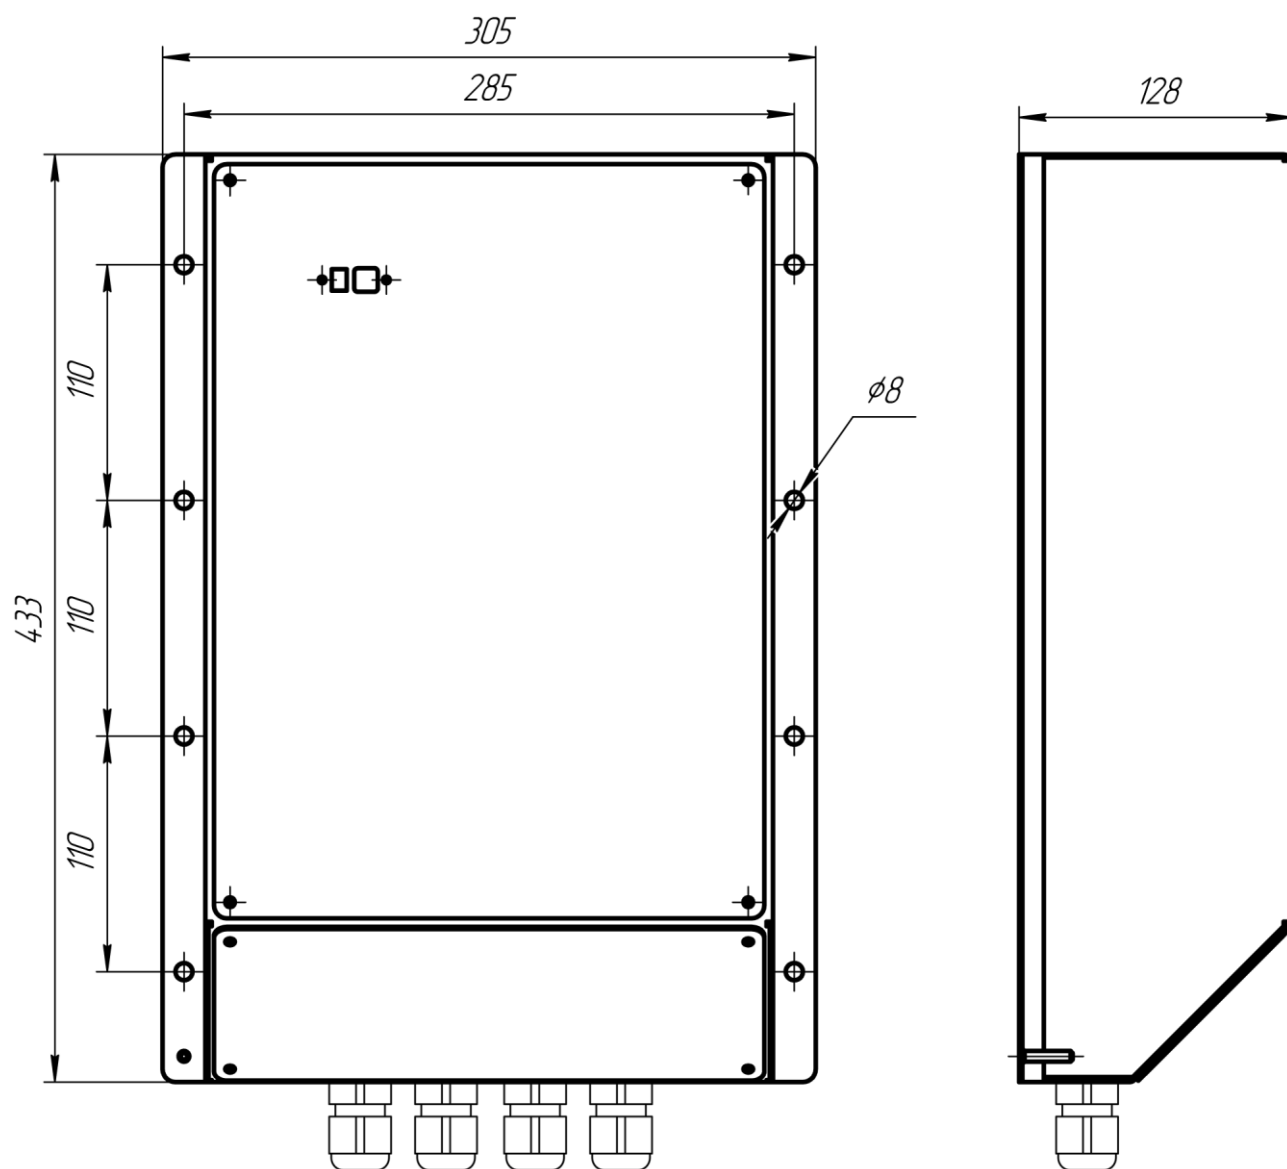

Рисунок 1. Габаритный чертеж ВРS-114.
Крепление устройства производится согласно чертежу, приведенному ниже (смотрите Рисунок 1).
- подготовить отверстия для крепления устройства согласно габаритному чертежу (смотрите Рисунок 1);